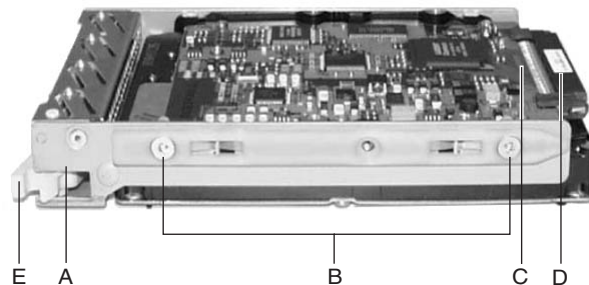

Abbildung 4-1 Festplattenlaufwerk im Laufwerkträger
4. Richten Sie das Laufwerk so im Träger aus, dass sich die Steckverbindung hinten oben im Laufwerkträger befindet. Abbildung 4-1 zeigt die Lage des Laufwerks im Träger. Der Träger ist hier verkehrt herum abgebildet.